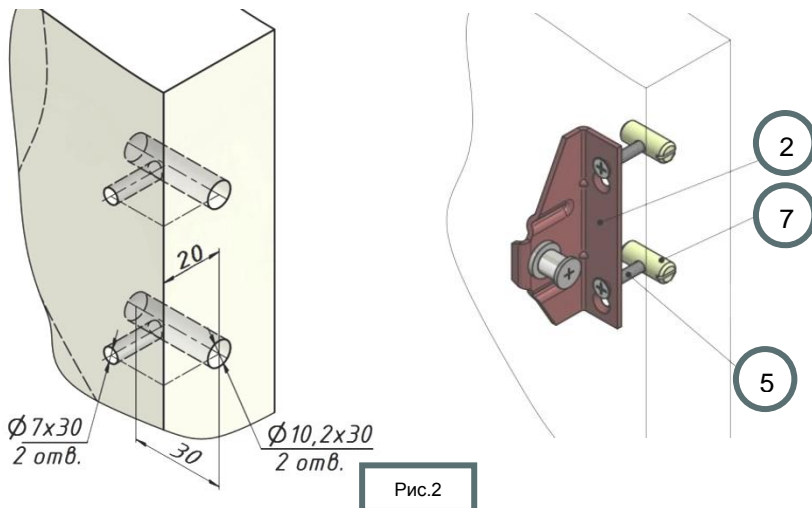

Рис.2
8. Разметить на торце двери места для гаек-бочонков **7** на одном уровне с отверстиями  $\varnothing 7\text{мм}$  (см рис.2).
10. Установить ригель **2** на дверь с помощью винтов **5** и гаек-бочонков **7** (см. рис.2).